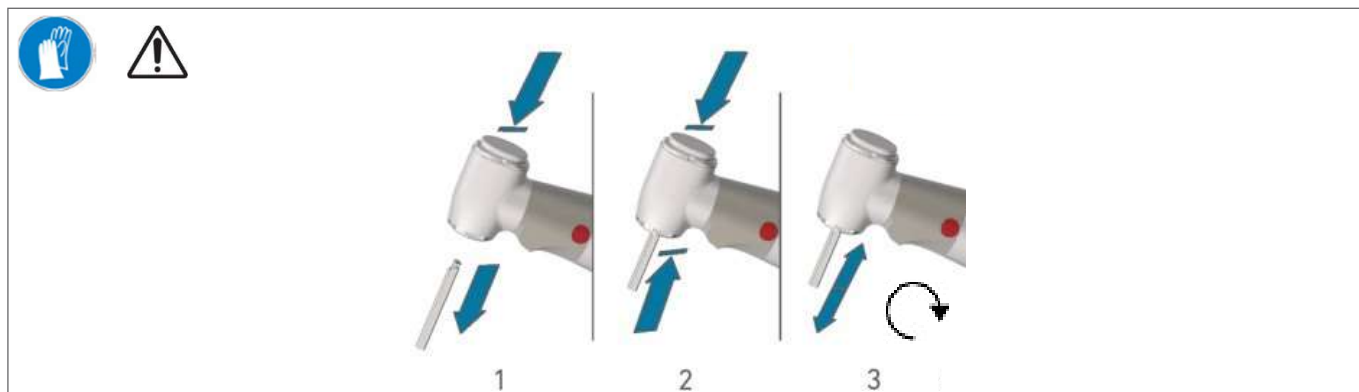

图3
1. 按下按钮，解除锁紧。按钮被按下的同时，拔出车针（图3步骤1）。松开按钮，锁紧装置锁紧。
2. 按下按钮，解除锁紧。保持按钮被按下的同时，插入新车针至止挡处（图3步骤2）。松开按钮，锁紧装置锁紧。
确认车针可以顺利转动，并检查在牵引车针时车针是否能够保持在原位（图3第3步）。
2. 拆卸车针（图3步骤1）。